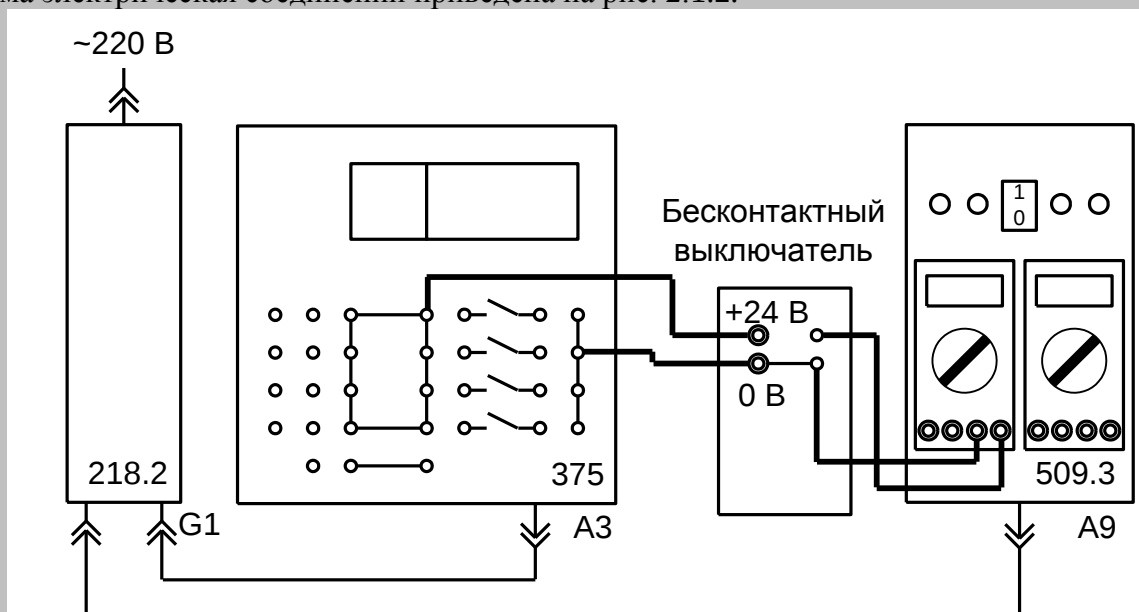

Рис. 2.1.2. Схема электрическая соединений при испытании бесконтактных выключателей.
Бесконтактный выключатель подключается к источнику питания +24 В блока программируемого реле АЗ (375). Напряжение на выходе бесконтактного выключателя измеряется мультиметром блока А9 (509.3). Общая для бесконтактных выключателей схема электрическая соединений приведена на рис. 2.1.2.